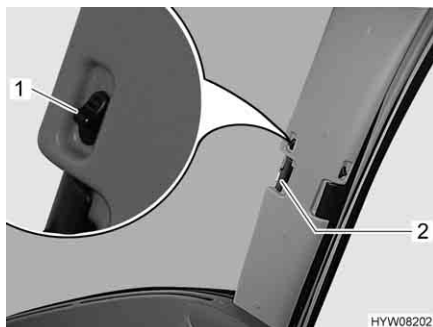

Fig. 19 Tendina oscurante pieghevole per il parabrezza
- Spingere verso l'esterno le due metà della tendina oscurante pieghevole del parabrezza per la maniglia (Fig. 19,2) fino all'arresto.
- Spingere il bottone di bloccaggio (Fig. 19,1) in basso.